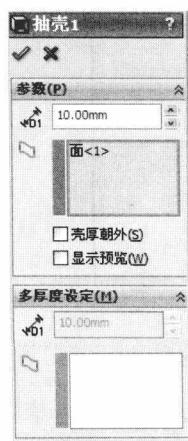
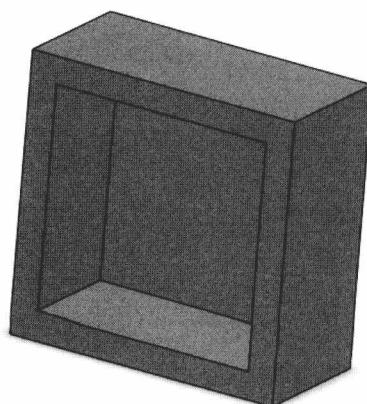

图 1-7 【抽壳 1】属性管理器
图 1-8 抽壳结果
- (1) 单击基体下表面，使其处于选择状态。
- (2) 单击【特征】工具栏中的【抽壳】按钮 ，打开【抽壳 1】属性管理器，如图 1-7 所示。在【参数】选项组中的【厚度】微调框中输入“10mm”，单击【确定】按钮，完成抽壳特征的创建，如图 1-8 所示。